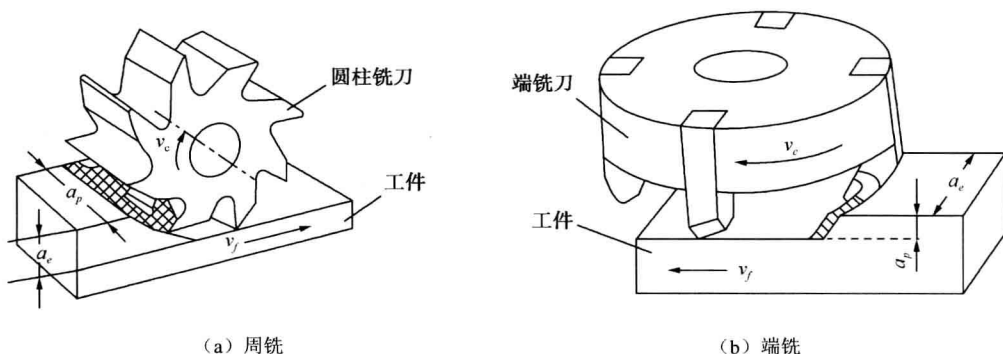

图 1-1 铣削运动及铣削用量
① 铣削速度 v_c ，即铣刀旋转（主运动）的线速度，如图 1-1 所示，单位为 m/min 。其计算公式为
② 进给速度 v_f ，即单位时间内铣刀在进给运动方向上的相对工件的位移量，如图 1-1 所示，单位是 mm/min 。进给速度也称为每分钟进给量。铣刀是多刃刀具，所以铣削进给量还分为每转进给量 f 和每齿进给量 f_z ，其中：
铣削背吃刀量 a_p 是通过切削刃基点并垂直于工作平面的方向上测量的吃刀量。它是平行于铣刀轴线方向测量的切削层尺寸，单位是 mm 。例如，周铣中铣刀端面（轴线方向）的吃刀量，如图 1-1（a）所示；端铣中铣刀端面（轴线方向）的吃刀量，如图 1-1（b）所示。
铣削侧吃刀量 a_e 是通过切削刃基点，平行于工作平面并垂直于进给运动方向上测量的吃刀量。它是垂直于铣刀轴线测量方向的切削层尺寸，单位是 mm 。例如，周铣中铣刀径向（垂直于轴线方向）的吃刀量，如图 1-1a 所示；端铣中铣刀径向（垂直于轴线方向）的吃刀量，如图 1-1（b）所示。